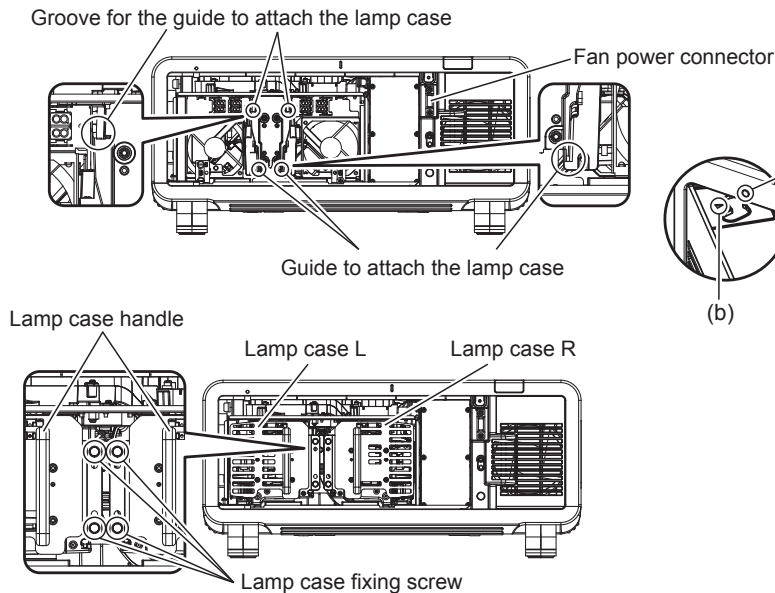

Fig. 1
**3) Attach the lamp case. (Fig. 1)**